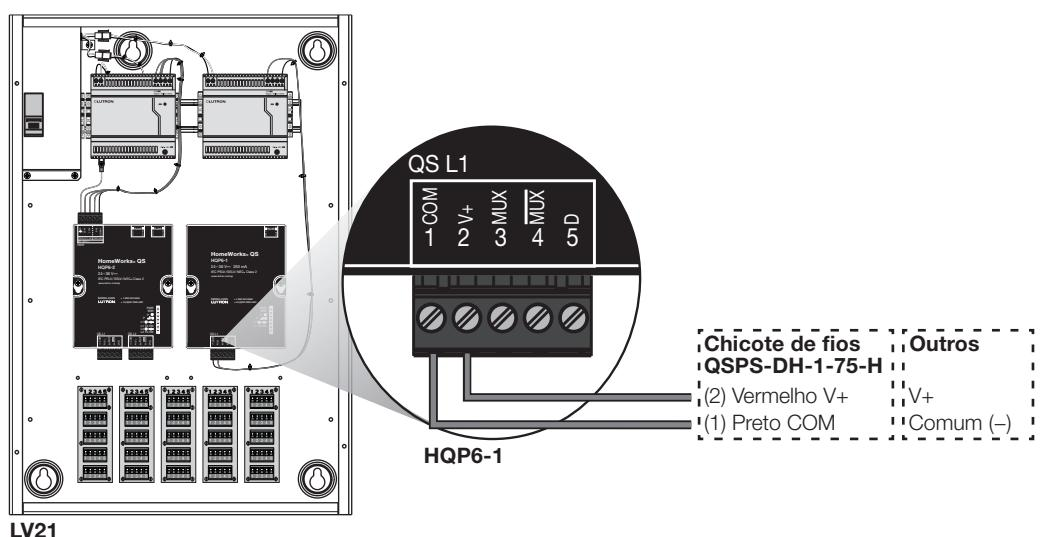

Figura 3—Funções do LED
4. Verificar operação: Confirmar se a unidade está sendo abastecida consultando o PWR LED na frente da unidade. Informações adicionais de diagnóstico podem ser obtidas no diagnóstico adicional de LEDs na unidade. Consulte a **Figura 3** para explicações sobre diagnóstico de LEDs.